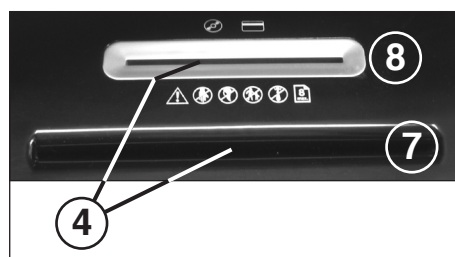

fig. 2
- 4 = **Barrière lumineuse (marche avant) (fig. 2)**
- 7 = **Fente d'introduction de papier (fig. 2)**
- 8 = **Fente d'introduction de sécurité (fig. 2)**
Introduire du papier dans le bloc de coupe par la fente d'introduction pour papier (7) (fig. 2). Introduire un à un des **supports de données** (CD, DVD ou cartes de crédit) dans le bloc de coupe par la fente d'introduction de sécurité séparée (8) (fig. 2). La machine s'enclenche automatique en marche avant, aspire le matériel et se met automatiquement hors circuit dès l'opération de broyage terminée.